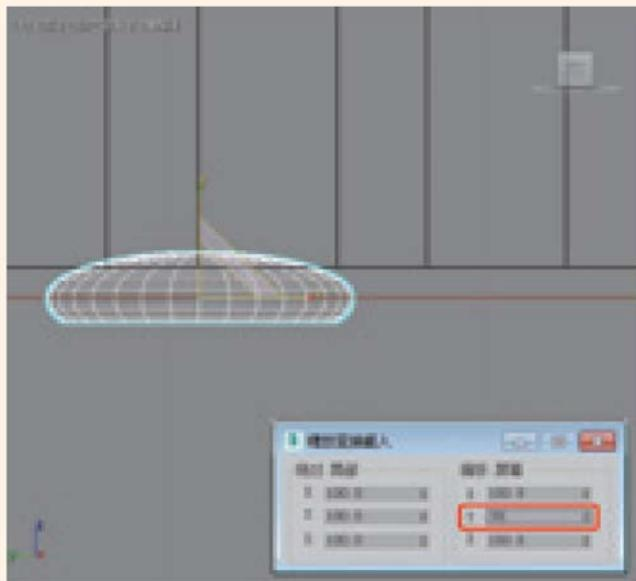

图4-88 设置其缩放
- 03 在左视图中选中创建的“围棋白”对象，在工具栏中右击【选择并非均匀缩放】工具，在弹出的【缩放变换输入】对话框中的【偏移：屏幕】区域下将Y轴参数设置为30，如图4-88所示。